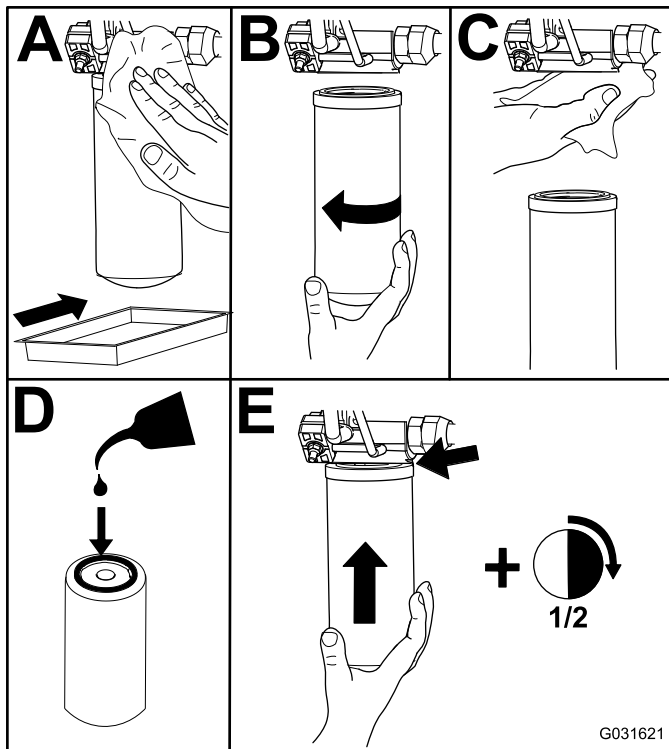

Figure 103
2. Remplacez les filtres hydrauliques (Figure 103).